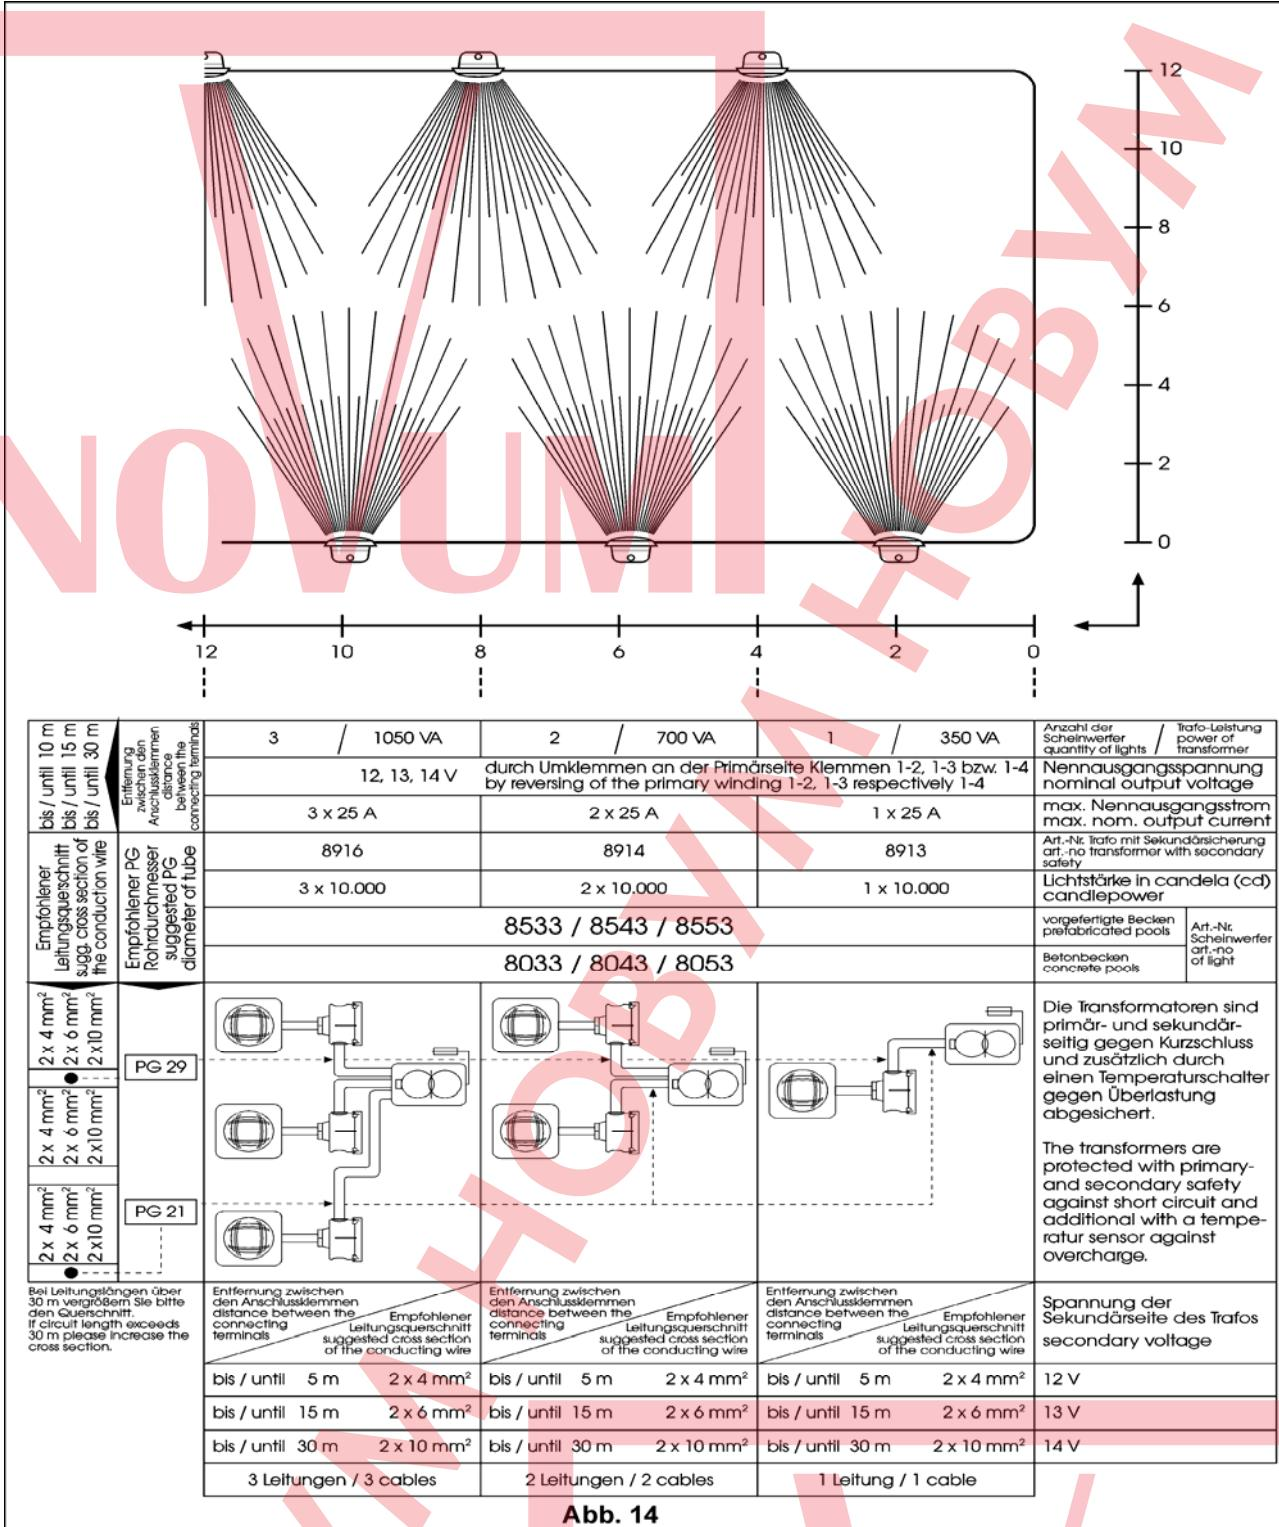

Abb. 14
10. Расположение освещения SSL в бассейне (Рис. 14)